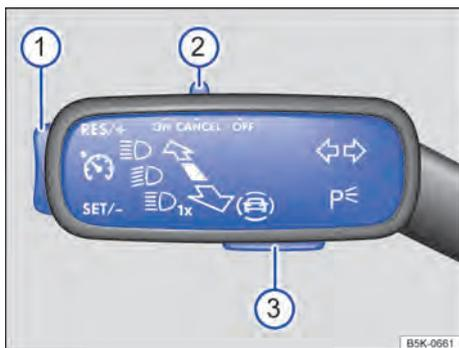

Fig. 116 À esquerda na coluna de direção: interruptores e botões para comandar o limitador de velocidade.
— Empurrar o interruptor → Fig. 116 ② para a posição **ON**.
— Durante a condução, pressionar o botão → Fig. 116 ① na área **SET/-**.
A velocidade salva pode ser ajustada através do botão → Fig. 116 ①:
Para alterar continuamente a velocidade salva, manter o botão → Fig. 116 ① pressionado.
— Pressionar o interruptor → Fig. 116 ② para a posição **CANCEL**.
— Pressionar o botão → Fig. 116 ① na área **RES/+**.
— Empurrar o interruptor → Fig. 116 ② para a posição **OFF**.
1. Pressionar o botão → Fig. 116 ③.